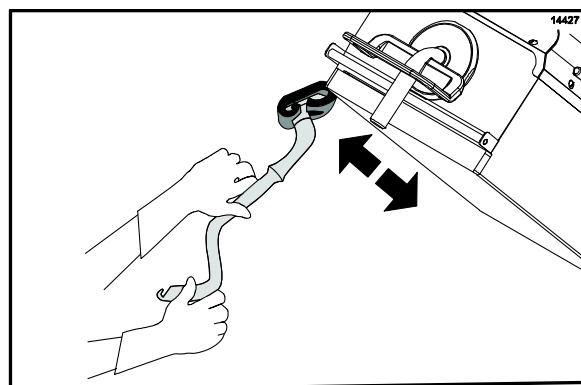

Рисунок 44
26. Очистите внешние кромки правой и левой верхних плит. (См. рис. 44)